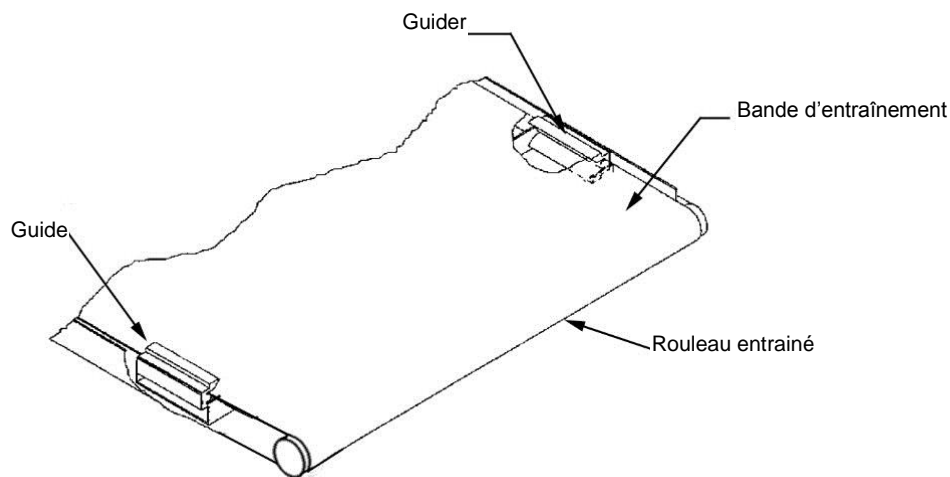

Figure 11-1: Présentation du dessous du convoyeur
6. Sur le dessous de la table du convoyeur, il y a des rainures en U soudées à la table. Le guide est positionné à l'intérieur de la première rainure en U côté entrée de la ponceuse (Figure 11-1). Le dos du guide est aimanté et se colle contre la paroi de la table du convoyeur. N'installez pas le guide si le bord de la bande d'entraînement est endommagée ou déchirée.